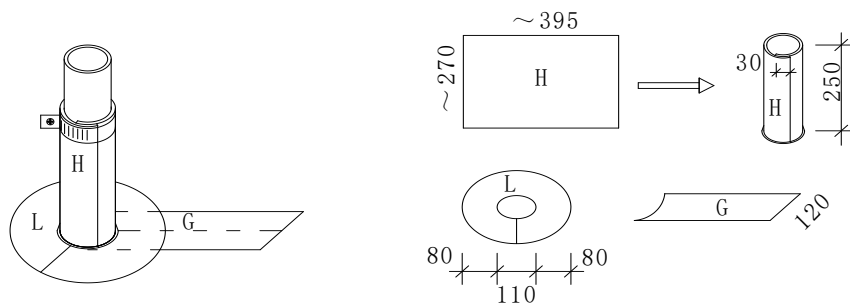

图5 出屋面管防水卷材做法
(7) 平面卷材穿管破口处应采用卷材 G 盖缝，宽度 120mm，骑缝均分铺贴图 5)。G 盖缝条二长边与卷材 A 焊接，有效焊接宽度 $\geq 10\text{mm}$ 。出屋面管道根部应采用开口圆环 L 节点处理，圆环边宽度 80mm，中间开洞与管道紧贴，圆环开口处搭接宽度 5~10mm，圆环 L 外圈与卷材 A 的有效焊接宽度 $\geq 10\text{mm}$ 。管道采用卷材包裹，包裹卷材自行搭接及焊缝宽度为 30mm。包管卷材至管根应加热拉伸与平面卷材搭接，搭接宽度 $\geq 15\text{mm}$ （图 5）；